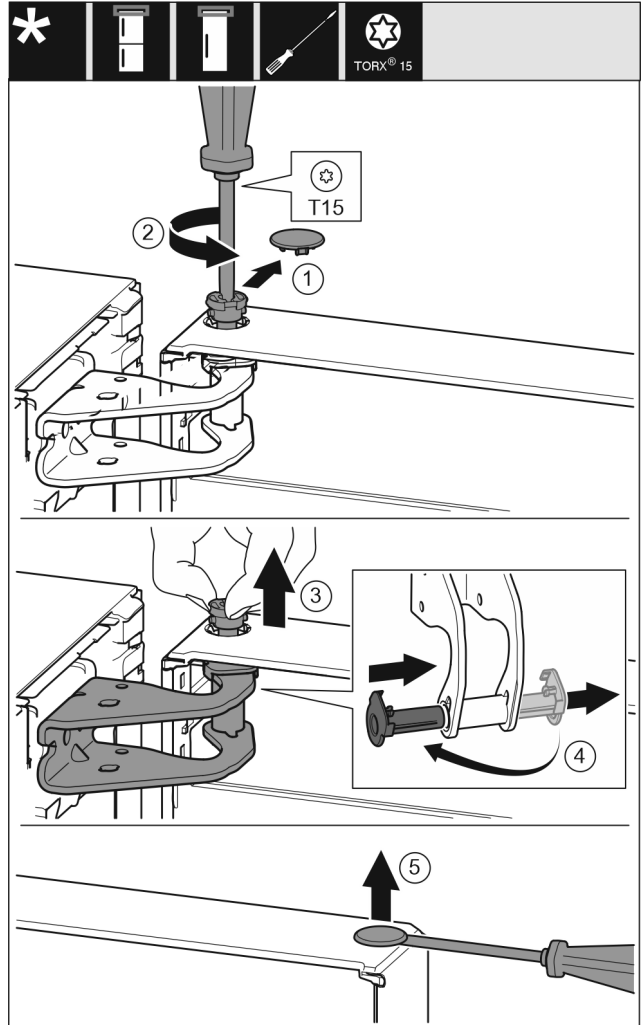

Fig. 7
- ▶ Tõmmake turvakate ettevaatlikult maha. Fig. 7 (1)
- ▶ Keerake polti kruvikeerajaga T15 veidi välja. Fig. 7 (2)
- ▶ Hoidke ust kinni ja tõmmake polt sõrmedega välja. Fig. 7 (3)
- ▶ Tõmmake laagripukk juhikust välja. Pange teisel küljel sisse ja fikseerige. Fig. 7 (4)
- ▶ Tõstke kork ettevaatlikult ukse laagripuksist lapikkruvikeeraja üles ja tõmmake välja. Fig. 7 (5)